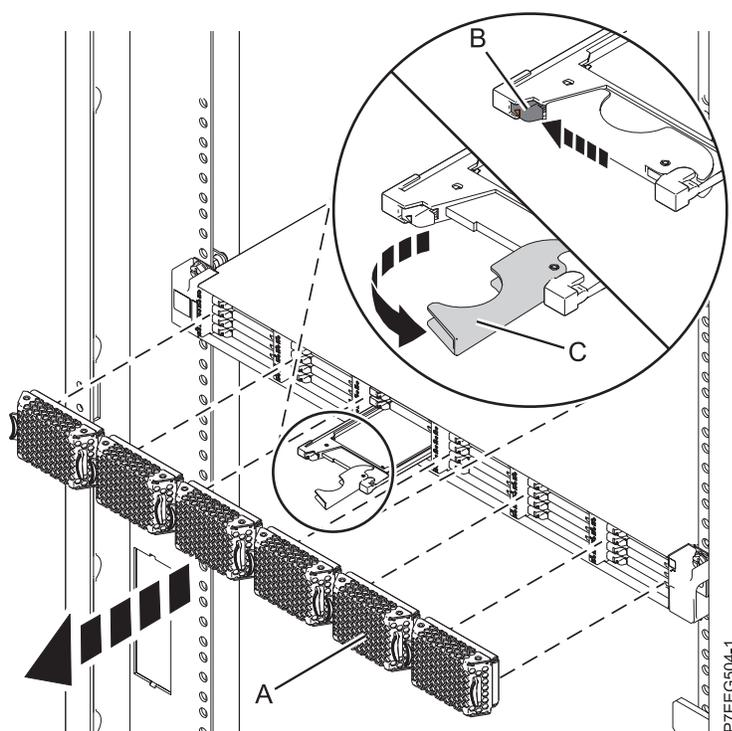

Figura 22. Extracción de la unidad de estado sólido de Alojamiento de almacenamiento PCIe de EDR1
4. Retire la placa frontal (A) que cubre la ranura que contiene la unidad de estado sólido.
5. Cuando el LED de identificación de la unidad de estado sólido se encienda de manera fija, deslice suavemente el pestillo de liberación (B) por encima para desbloquear el asa de la unidad. Consulte Figura 22.
6. Agarre el asa (C) y saque parcialmente la unidad de la ranura.